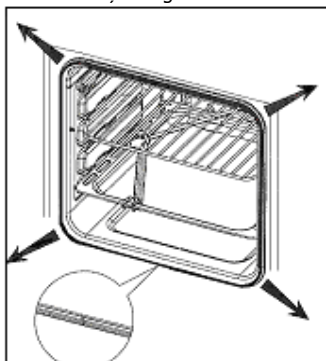

Figura 13
2. Îndepărtați garnitura veche. Aceasta este fixată cu cârlige în cele patru colțuri ale deschiderii cavității (Figura 13).